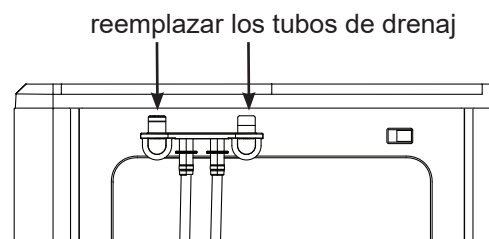

Figura 8
- Reemplace las tuberías de desagüe en la parte trasera. Consulte la figura 8.